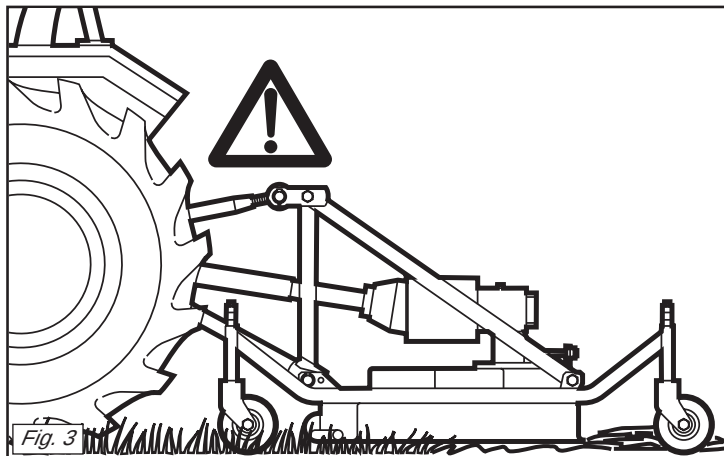

Fig. 3
- 29) È assolutamente vietato interporre fra il trattore e l'attacco della macchina per manovrare il comando dall'esterno per il sollevamento (Fig. 3).
- 29) *It is absolutely forbidden to stand between the tractor and the implement when manoeuvring the lift control from the outside (Fig. 3).*
- 29) Es ist absolut verboten, zwischen den Schlepper und den Anschluß zu treten, um die Aushebung von außen zu betätigen (Abb. 3).
- 29) *Il est absolument interdit de se mettre entre le tracteur et l'attelage pour manoeuvrer la commande de relevage de l'extérieur (Fig. 3).*
- 29) Está absolutamente prohibido colocarse entre el tractor y el enganche para maniobrar el mando desde el externo en la fase de elevación (Fig. 3).